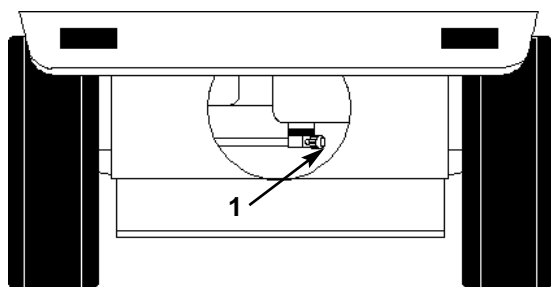

Bild 29
2. Den Kraftstoffhahn am Kraftstofftank schließen (Bild 29).
7. Den Kraftstoffhahn am Kraftstofftank öffnen (Bild 29).